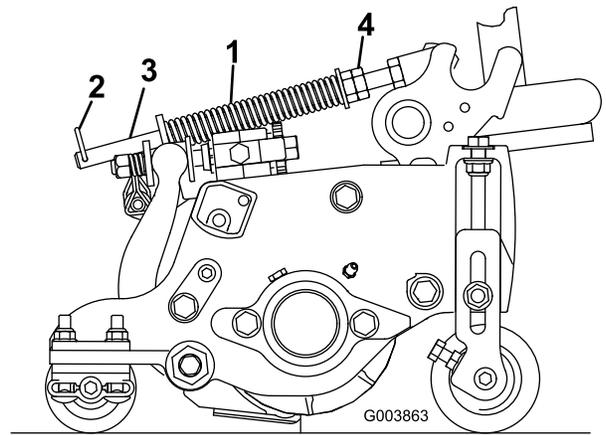

Figura 14
- Serrate i dadi esagonali sulla parte anteriore dell'asta della molla fino a ridurre la lunghezza compressa della molla a 12,7 cm sugli elementi di taglio da 5 pollici dei Reelmaster 5210 e 5410, oppure a 15,9 cm sugli elementi da 7 pollici dei Reelmaster 5510 e 5610 (Figura 14).
La molla di compensazione del manto erboso (Figura 14) trasferisce il peso dal cilindro anteriore al cilindro posteriore, per contribuire a ridurre l'ondulazione del manto erboso, detta anche fluttuazione o bobbing.
- Verificate che la coppiglia sia montata nel foro posteriore dell'asta della molla (Figura 14).